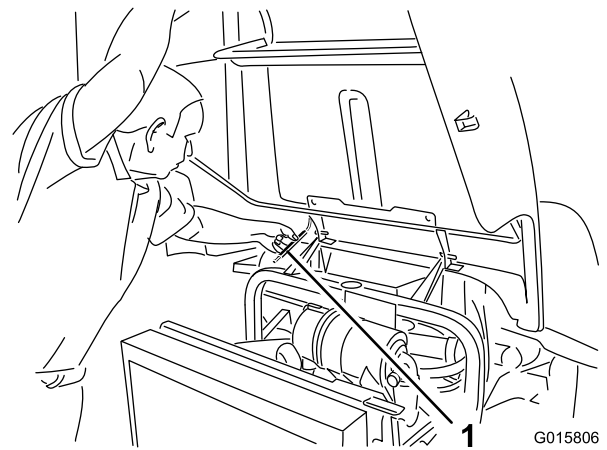

図 23
2. フレームチューブの下に支え棒が入る高さまでフードを持ち上げる 図 23。